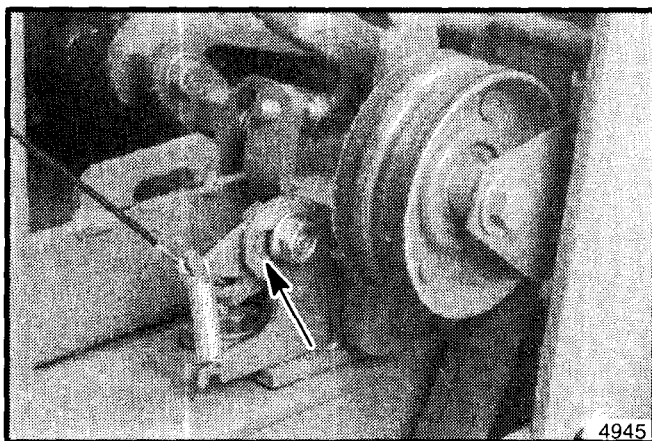

Figura 27. Gancio del gruppo della puleggia folle
1. Allentare la viteria che tiene bloccato il gancio (vedere figura 27). Muovere il gancio nella fessura in modo che catturi il gruppo della puleggia folle della bobina quando la frizione di propulsione è disinserita. Quando è inserita la sola frizione di propulsione, il gancio deve tirare all'indietro il gruppo della puleggia folle della bobina, in modo che le cinghie della bobina non si inseriscano. Stringere di nuovo la viteria di bloccaggio del gancio.